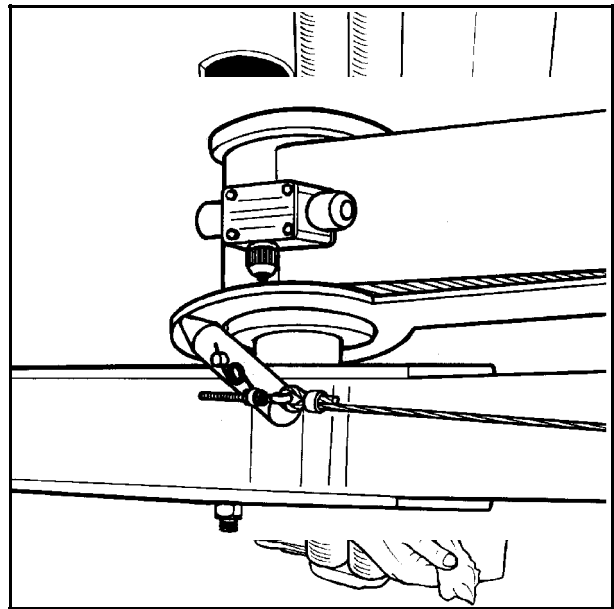

Fig. 5-2
- 5.4** Den består av en utløserbøyle som via en wire er forbundet med en fjærbelastet vippearmer, og som igjennom en glideplate aktiverer en liten elektrisk bryter. (Se fig. 5-2). Straks strømkretsen brytes, stenges oljestrømmen, og alle funksjoner stopper. Dette indikeres i styreboksens display ved at tre punkter tennes.